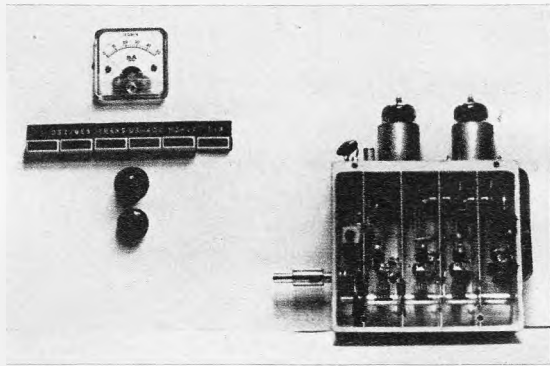
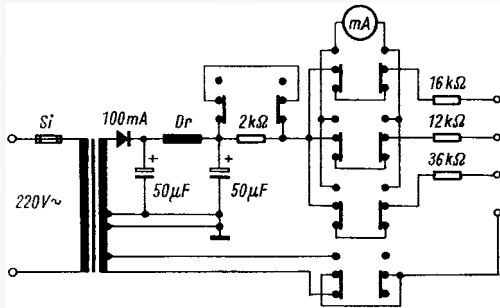

Bild 4.05-2. Netzgerät für UHF-Tuner-Reparaturen
Bild 4.05-3. Schaltung eines Netzgerätes für UHF-Tunerreparatur
3. Zur Beseitigung von weiteren Fehlern muß der Tuner geöffnet werden. Dazu muß er ausgebaut werden. Da zur Reparatur aber die normalen Betriebsbedingungen erfüllt sein sollen, müssen die Anschlüsse für Heizung, Anodenspannung, Zf und, wenn vorhanden, für Automatik verlängert werden. Das kann teilweise recht mühsam sein. Besser ist es, sich die erforderlichen Spannungen mit Hilfe eines Zusatzgerätes zu beschaffen. Ein solches Netzgerät für UHF-Tuner ist in Bild 4.05-2 zu sehen: die Schaltung zeigt Bild 4.05-3. Der zu reparierende Tuner wird an dieses Netzgerät angeschlossen, und lediglich die Zf-Leitung wird verlängert in das Fernsehgerät geführt.